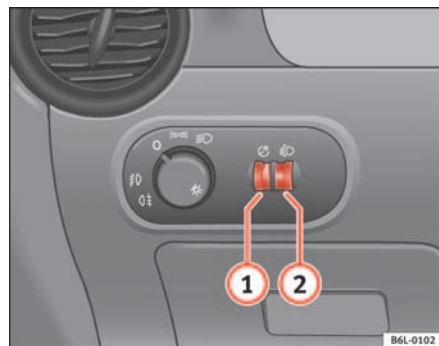

Fig. 57 Détail du tableau de bord : molettes du rhéostat d'éclairage des cadrans et des commandes et du réglage du site des projecteurs
Lorsque l'éclairage est allumé, la luminosité du rhéostat d'éclairage des cadrans et des commandes peut être réglée en continu en tournant la molette $\Rightarrow$ fig. 57 ①.